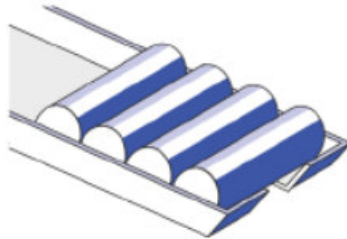

Figura 1
- a) Tomar un rodillo ubicado en el contenedor de alimentación por gravedad (figura 1) a 90 cm de la posición de partida (20cm corresponden a movimiento del torso), desplazarlo por 40cm y colocarlo en la posición final (figura 2). El diámetro de los rodillos es de 10mm y el diámetro del orificio de reposo es de 11mm. Los rodillos son de metal macizo y pesan 2kg cada uno.